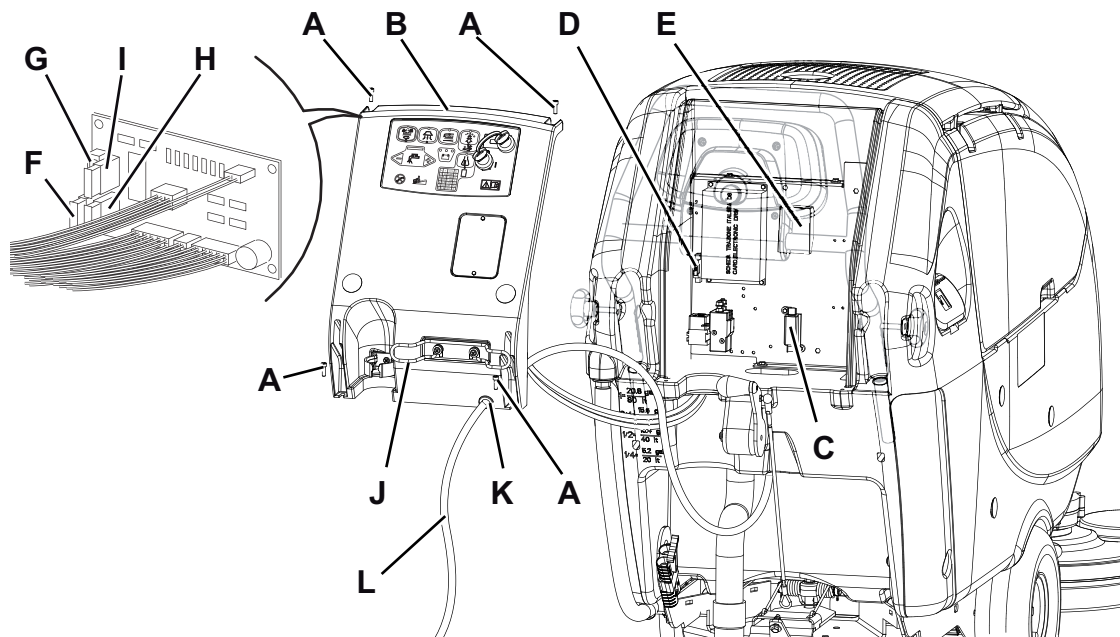

Figure 9
*L'opération de vidange peut être effectuée même avec le réservoir du détergent (45) plein d'eau ; de cette façon on effectue un lavage à fond du système.*
*L'opération de vidange peut être effectuée aussi pour accélérer le remplissage du tuyau d'alimentation du détergent avec le réservoir (45) plein et le système encore vide.*
1. Débrancher le connecteur (12) des batteries.
2. Déplacer le tuyau de vidange de l'eau de récupération (16).
3. Si équipé, déposer le câble (L, Fig. 9) du chargeur de batterie du logement (J).
4. Déposer les vis (A) et déplacer le tableau (B) avec soin en dégageant la bague en caoutchouc (K) de son logement dans le tableau (B).